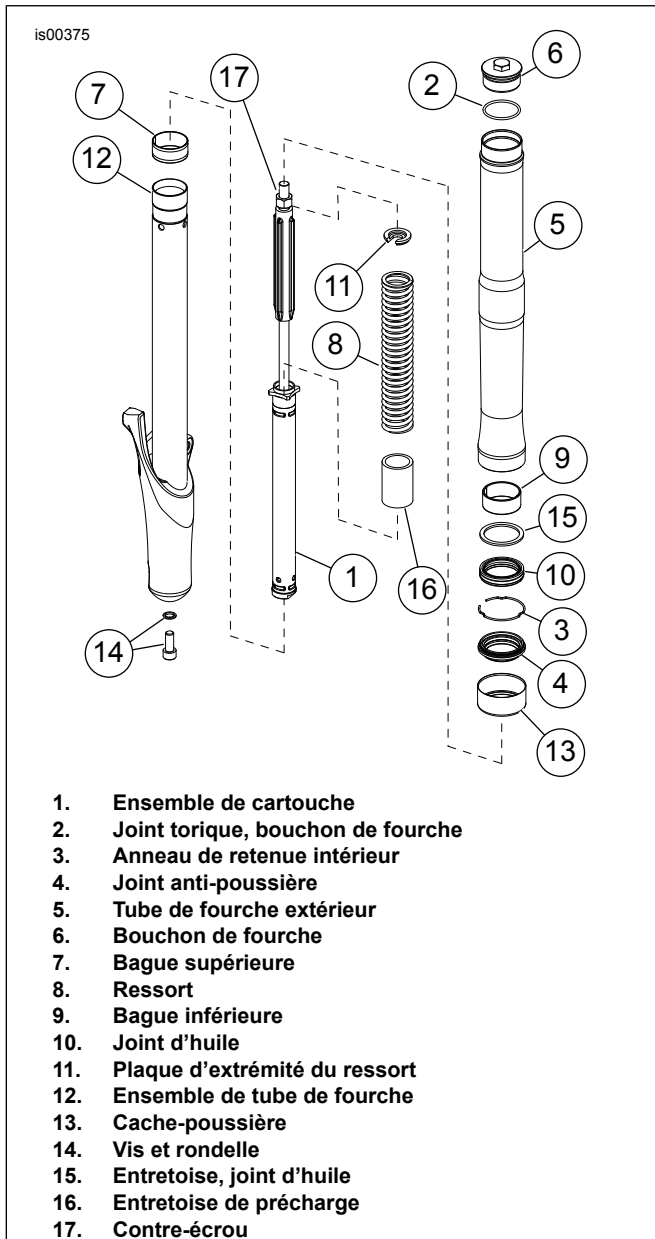

Figure 3. Fourche inversée (côté gauche illustré)
- b. Voir Figure 3. Une fois le tube de fourche vers le bas, serrer le tube de fourche extérieur entre les plaquettes de caoutchouc situées sur la face interne de l'outil. Serrer les boutons de manière à maintenir solidement le tube de fourche.
Voir Figure 3 pour les étapes 2 à 10.
Voir Figure 3 pour les étapes 1 à 17, sauf mention contraire.
13. Voir Figure 3. Visser le contre-écrou (17) vers le bas sur la cartouche jusqu'à ce qu'il ne puisse plus descendre.
14. Remettre le ressort (8) en place dans le tube de fourche.
15. Installer le nouveau joint torique compris dans le kit de reconditionnement sur le bouchon de fourche (6).
16. Appuyer vers le bas sur le ressort (8) et installer la plaque d'extrémité du ressort (11) entre le ressort et le contre-écrou (17), le côté concave vers le haut.
17. Installer le bouchon de fourche (6) sur l'ensemble de cartouche (1). Visser à fond le bouchon jusqu'à ce qu'il ne puisse plus descendre, puis visser le contre-écrou (17) vers le haut sur le bouchon et serrer.